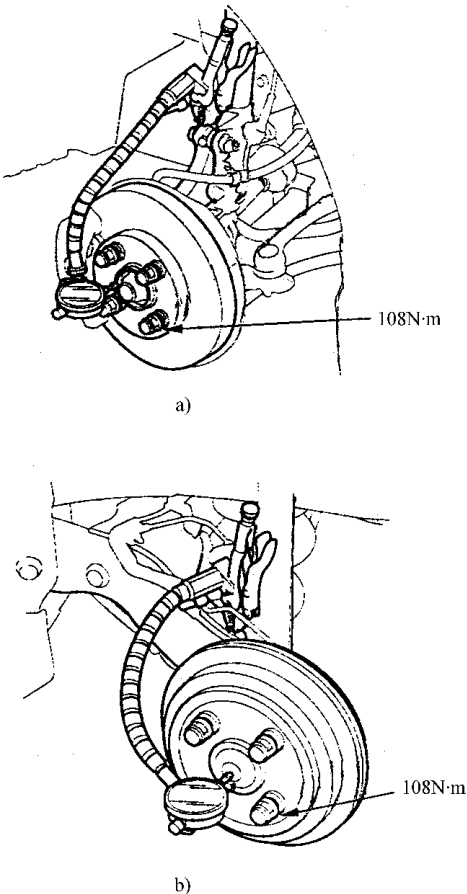

图 6-8 检查轴承的轴向间隙
3) 如图 6-8 所示, 在轮毂梯缘帽上设置百分表, 通过里外移动制动盘或制动鼓, 测量轴承的轴向间隙。标准值: 前轮/后轮: $0 \sim 0.05\text{mm}$ 。